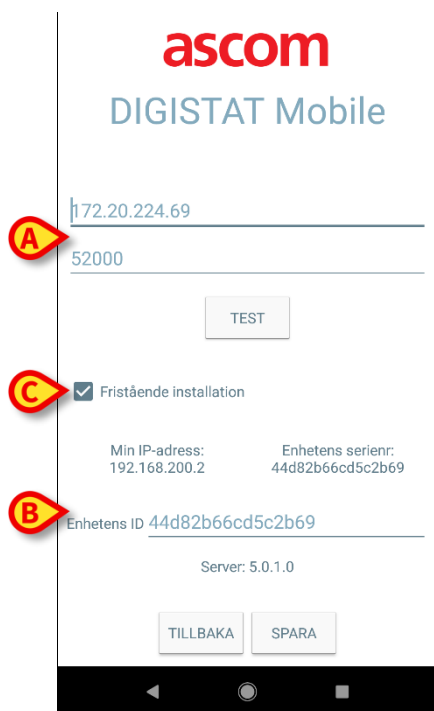

Fig. 10
Om ASCOM-UNITE integration används, avmarkera du kryssrutan i Fig. 10 **C**.
Det går här att specificera IP-adressen för servern och serverporten (Fig. 10 **A**).
Med det nedre fältet (Enhetens ID – Fig. 10 **B**) går det att ändra enhetens ID-kod.
Det nedre fältet (Device ID - Fig. 10 **B**) gör det möjligt att ändra enhetens id-kod. Eftersom Device ID har ändrats för att återställa standardvärdet måste användaren göra följande steg:
- Sätt in ett tomt värde i Fig. 10 **B** och spara sedan.
- Åtkomst igen till Inställningar-skärmen (Fig. 10) enligt ovan.
Standard Device ID återställs nu (Fig. 10 **B**).